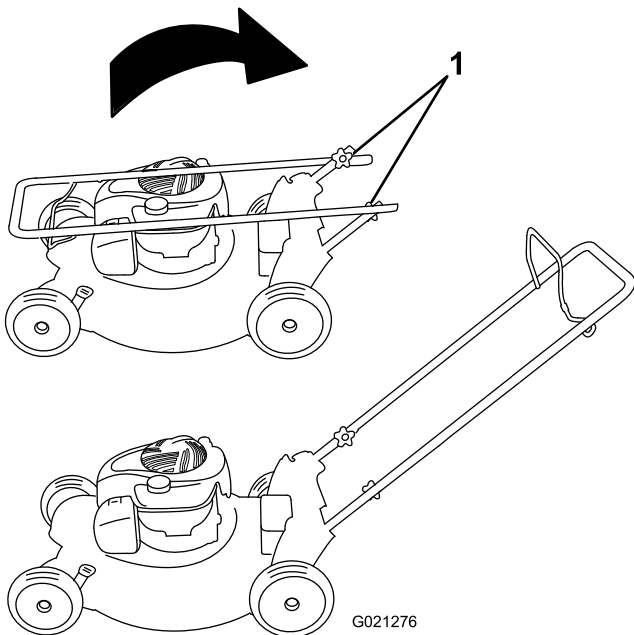

Figura 3
1. Retire los pomos del manillar de la carcasa de la máquina (Figura 3).
1. Pomo del manillar (2)
3. Instale los pomos del manillar y apriételos firmemente a mano (Figura 3).